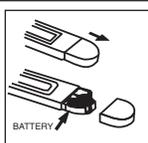

Figure 4
2. Retirez le couvercle du compartiment des piles (Figure 4).